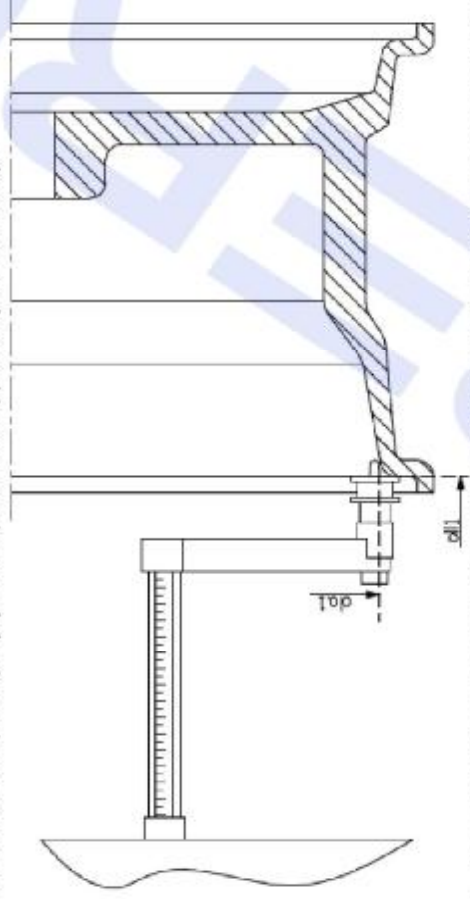
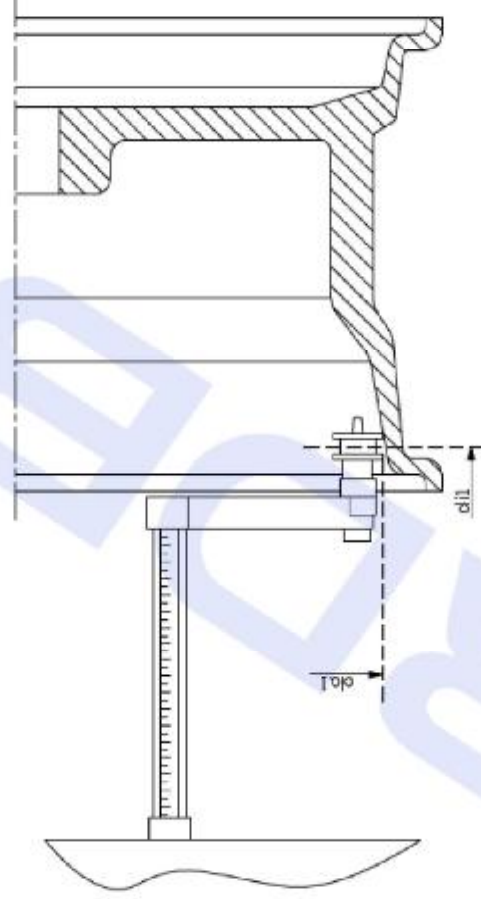

Рисунок 3.7 - Автоматическое получение расстояния к внутренней плоскости в Типе программы
Рисунок 3.8 - Автоматическое получение расстояния к внутренней плоскости в Типе программы
3. Выдвиньте датчик расстояния/диаметра и поместите его на обод, к соответствующей внутренней плоскости, выбранной для установки балансировочного грузика. См. рисунок 3.7 для типа программы ALS1 и рисунок 3.8 для типа программы ALS2;